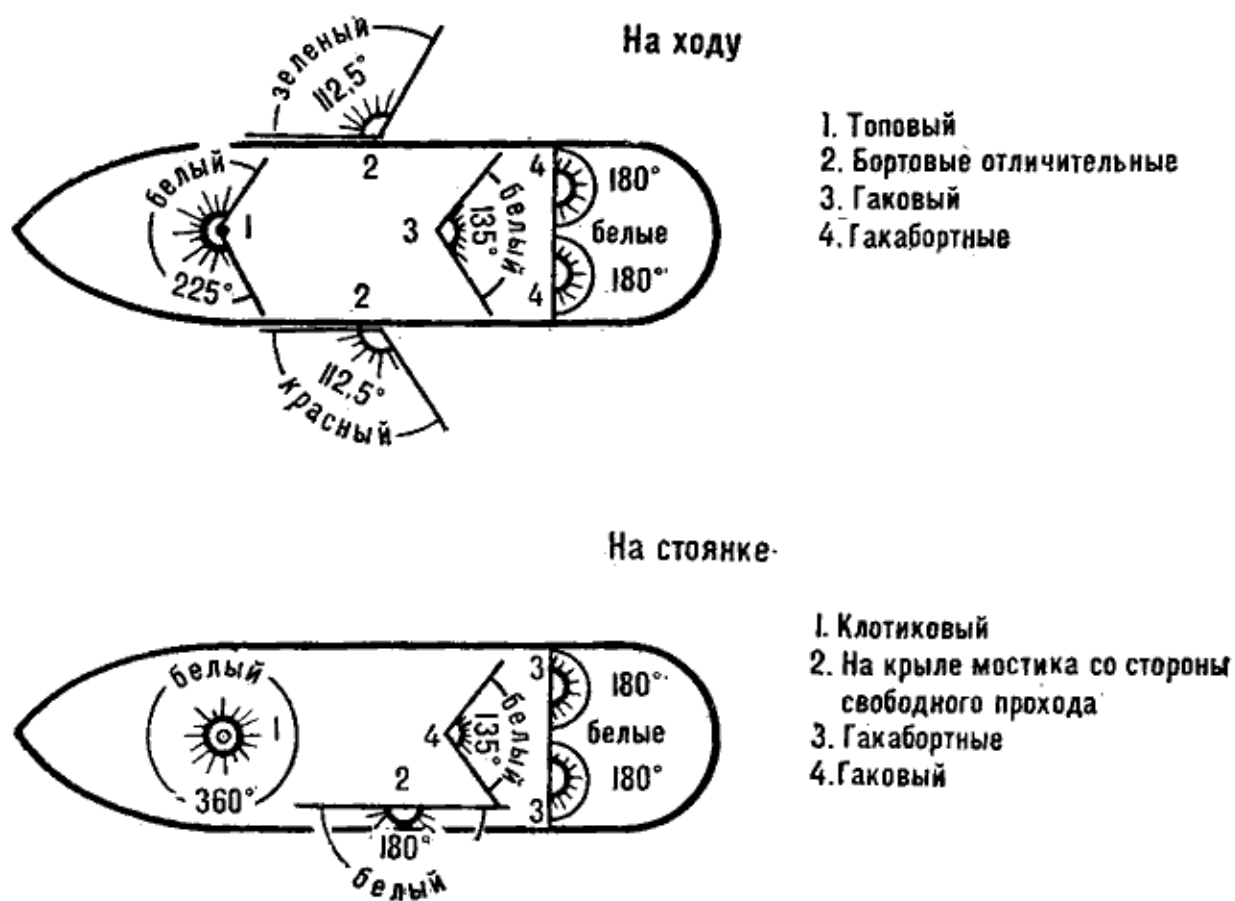

Рис. 143. Схема расположения огней на речном самоходном судне
К ходовым огням речных судов относятся (рис. 143):
1. Все самоходные сухогрузные суда, в том числе и парусно-моторные, длиной менее 30 м и шириной до 5 м поднимают на мачте один белый клотиковый огонь, а те же суда длиной более 30 м и шириной более 5 м включают также гаковый и гакабортные огни и выставляют белый огонь на крыле мостика со стороны борта, свободного для прохода других судов (§ 36 а, 37, рис. 143).